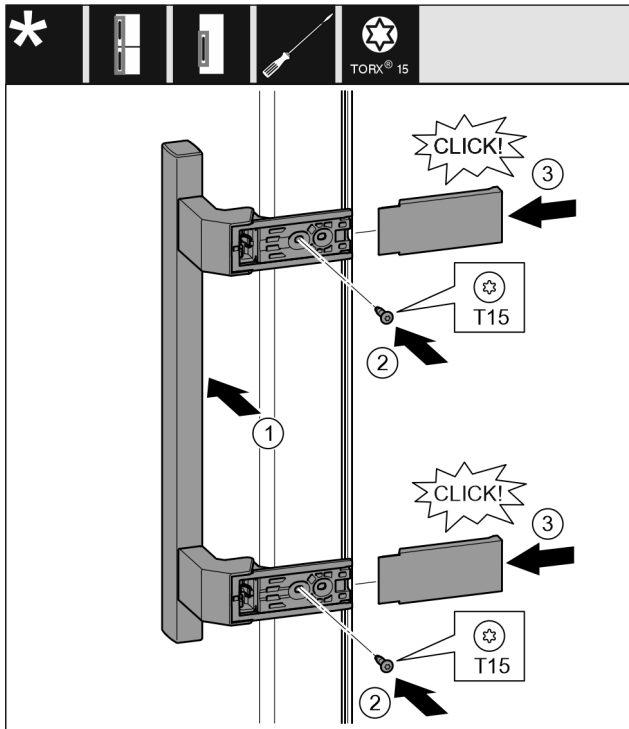

Fig. 29
- ▶ Встановіть ручку з протилежного боку. Fig. 29 (1)
- ▶ За допомогою викрутки T15 закрутіть гвинти. Fig. 29 (2)
- ▶ Встановіть збоку кришки і посуньте їх. Fig. 29 (3)